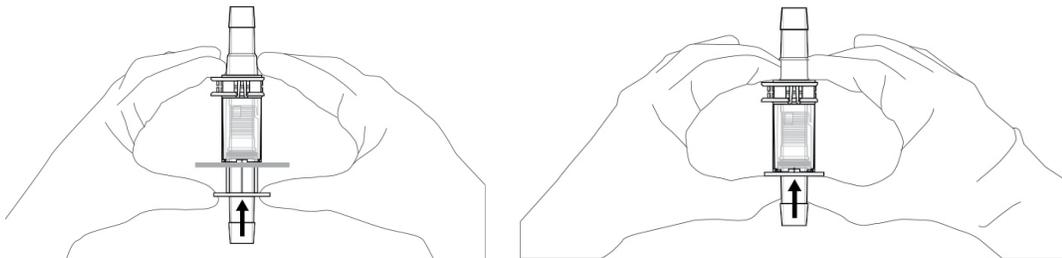

Abbildung 5.41. Daumenauflage nach zum Zylinder drücken.
6. Schieben Sie die Daumenauflage des männlichen Kleenpak Konnektors zur Basis des Zylinders, bis sie die Basis berührt (Abbildung 5.41).